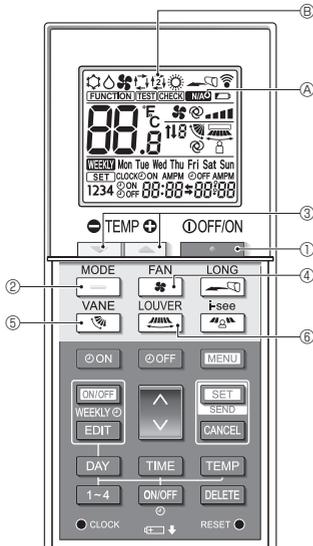

Fig. 4-1
4.1. Mise en marche/arrêt de l'appareil (Fig. 4-1)
- Appuyez sur la touche **ON/OFF** ①.
- Appuyez sur la touche **MODE** ②.
4.2. Sélection d'une température (Fig. 4-1)
- Lorsque l'on appuie sur la touche ou ③, la température de consigne clignote et l'écran de réglage s'affiche. Pour modifier la limite supérieure (refroidissement) de la plage de température définie, appuyez sur la touche ③. Pour modifier la limite inférieure (chauffage) de la plage de température définie, appuyez sur la touche ③.
- Dans l'écran de réglage, appuyez sur la touche ② pour basculer l'affichage clignotant entre la limite supérieure (refroidissement) et la limite inférieure (chauffage).
- Appuyez sur la touche ou ③ dans l'écran de réglage pour modifier la température de consigne en train de clignoter.
4.3. Sélection d'une vitesse de ventilateur (FAN) (Fig. 4-1)
4.4. Réglage de la direction du flux d'air verticale (Fig. 4-1)